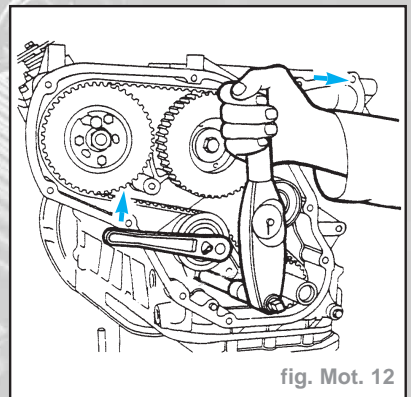

fig. Mot. 12
- Introduire une prolonge d'entraînement carrée de **13 mm** dans le trou de la plaque de fixation et, à l'aide d'une clé dynamométrique à cadran maintenue verticalement, tendre la courroie à une tension de (Fig. Mot. 12) :